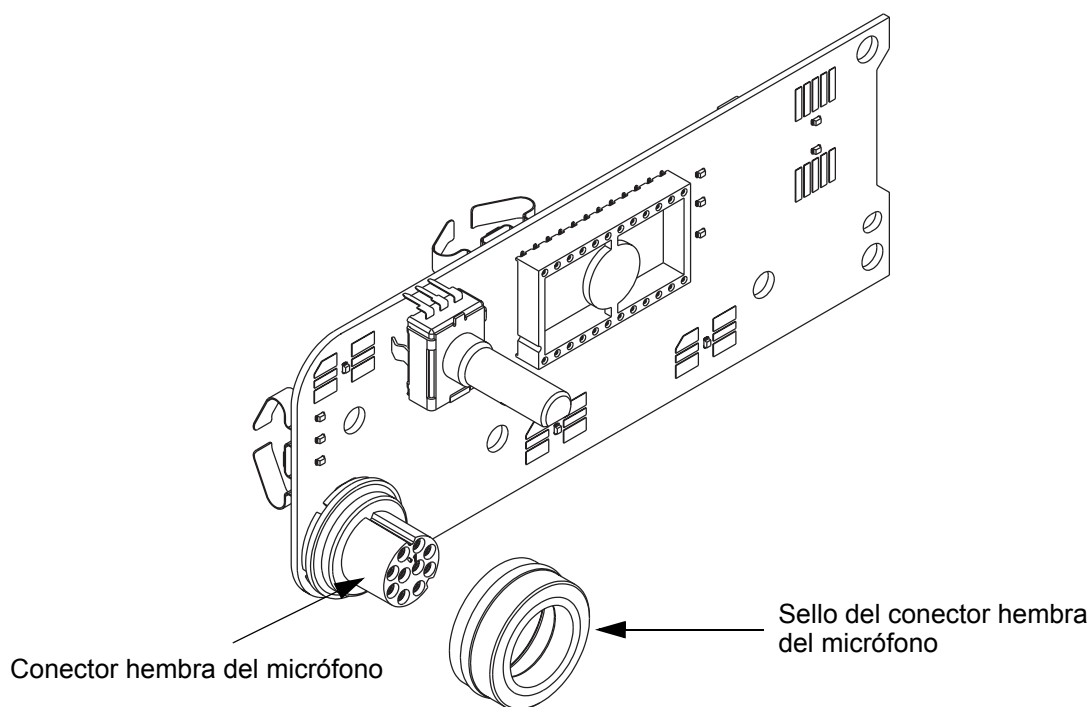

Figura 5-34 Montaje del sello del conector hembra del micrófono
- a. Monte el sello del conector hembra del micrófono alrededor del conector, como se muestra en la Figura 5-34.